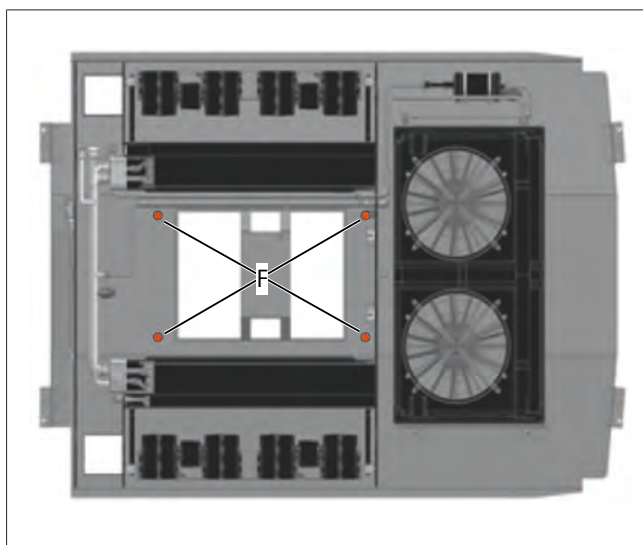

Fig. 9 Fixation du cadre du climatiseur
- Serrez les fixations (voir Fig. 9).